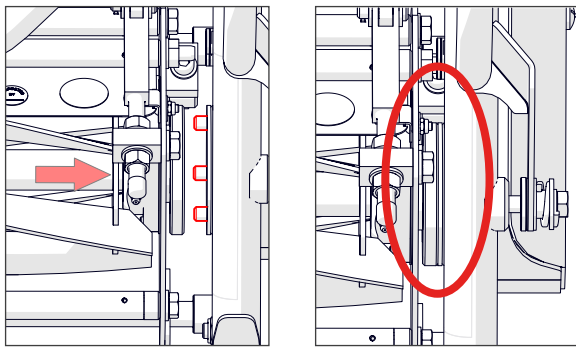

Fig. 8G - Abaisser la nouvelle cassette dans son emplacement et la faire glisser pour l'engager sur les trois broches.
8. Glissez la cassette du côté gauche de la machine jusqu'à ce qu'elle soit entièrement engagée sur les trois broches de l'accouplement de l'entraînement (Fig. 8G). Vous devrez peut-être faire pivoter légèrement le cylindre à la main pour l'aligner sur les broches. ⚠